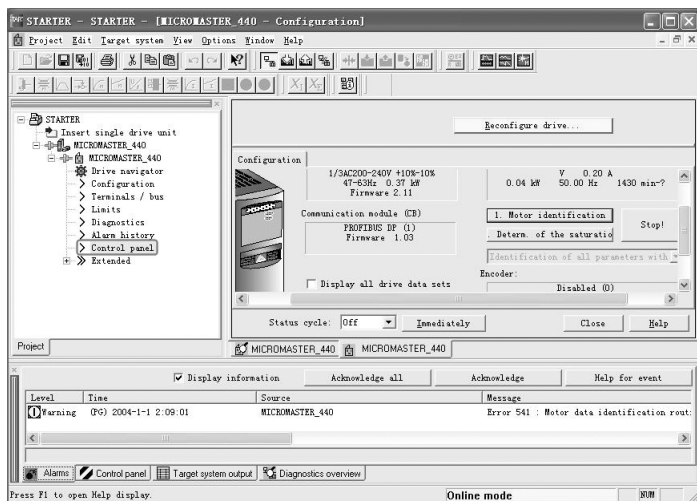
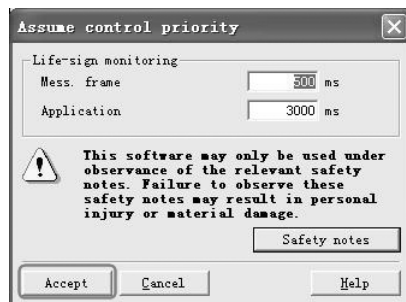

图 11-76 使用 Control Panel 功能 (1)
图 11-77 使用 Control Panel 功能 (2)
7) 使用 Control Panel 功能。双击“Control Panel”，如图 11-76 所示。单击“Accept”（接受）按钮，如图 11-77 所示。